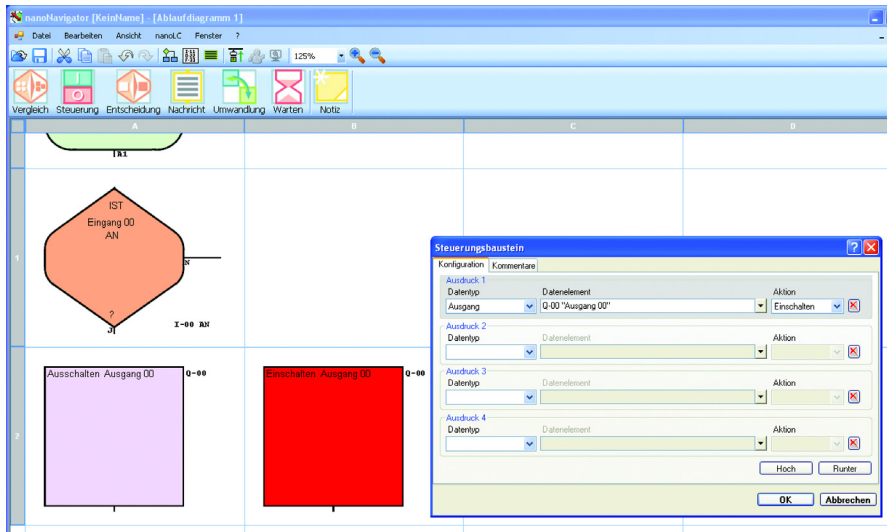

Abbildung 1-8 Dialogbox „Steuerungsblock“ für Zelle B2
4. Geben Sie wie in Abbildung 1-8 gezeigt Daten in die einzelnen Felder der Dialogbox ein. Klicken Sie nach der Eingabe auf „OK“.